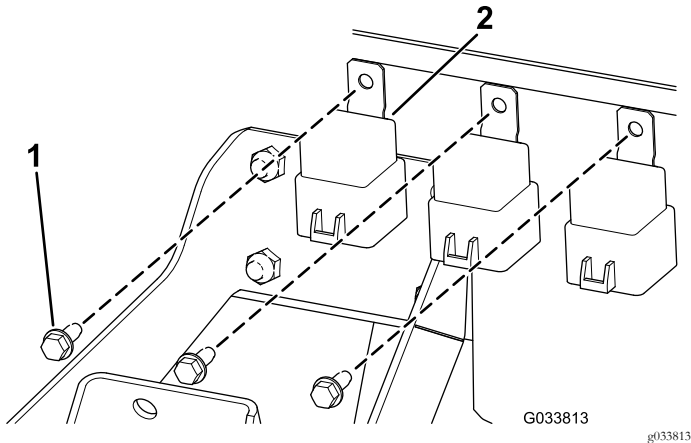

Figura 7
1. Instale los 3 relés en el bastidor del panel de control con los 3 tornillos de cabeza hexagonal (1/4" x 5/8") tal como se muestra en Figura 7.